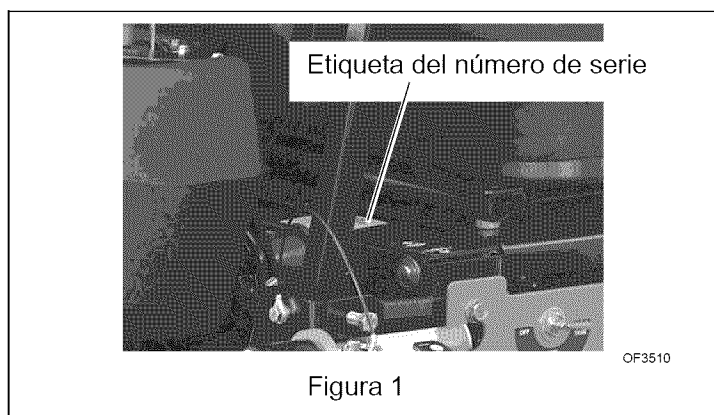

Figura 1
- Al pedir catálogos, piezas de repuesto o al hacer preguntas sobre mantenimiento, tenga a mano los números de modelo y de serie de la unidad y del motor. Los números están situados en el formulario de registro del producto del paquete de documentación. Se hallan impresos en una etiqueta de número de serie localizada en la estructura de la unidad (Figura 1).